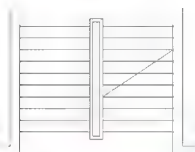

图 2.119 绘制斜线
(1) 打开【对象捕捉】功能(快捷键F3),在右侧楼梯段上绘制出一条斜线,如图2.119所示。